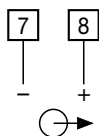

Fig. 4. Connexion de la sortie de mesure.
Connecter les lignes de la sortie de mesure aux bornes ⑦ (-) et ⑧ (+) selon Fig. 4.